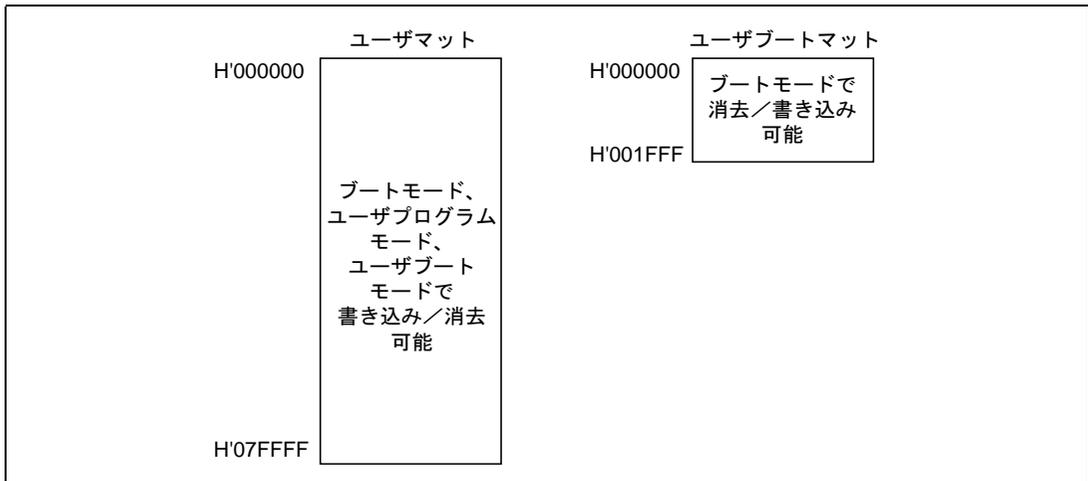

図 4.1 フラッシュメモリ構造
0.18 μmプロセスのF-ZTATは、フラッシュメモリの構成は、2種類のメモリ空間からなっています。これらはメモリマットと呼ばれ、512kBのユーザマット、8kBのユーザブートマットから成り立ちます (図4.1参照)。